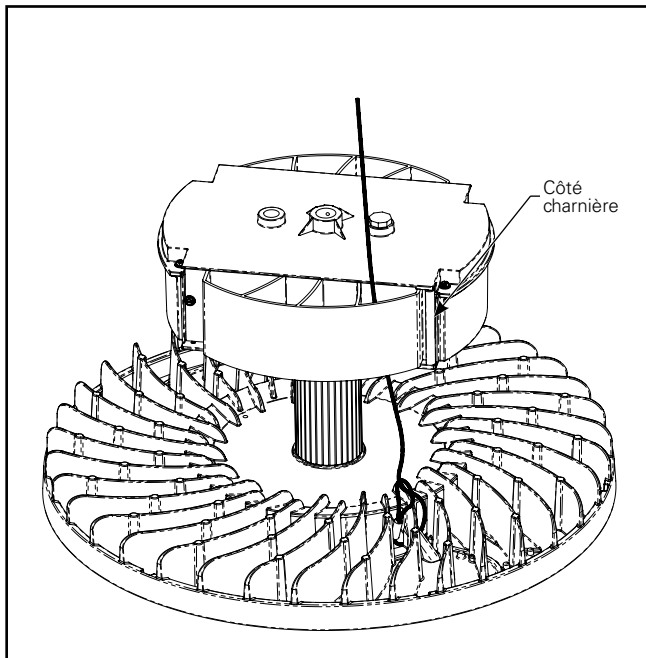

Figure 2.
2. Tirez le câble de sécurité à travers les ailettes du boîtier, comme illustré à la Figure 2.